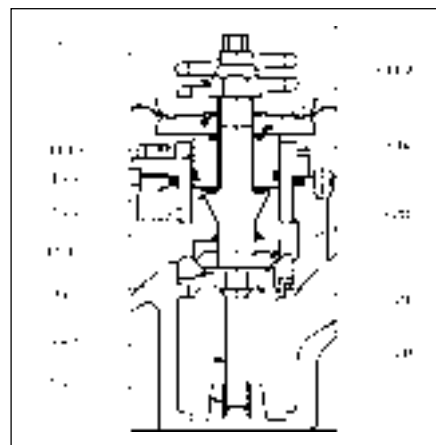

Figura 6: Tamaño de Cuerpo 2-1/2" – 4", Diafragma Compuesto
- i. Desmonte el ensamble (20, 27, 28, 29, 30) de la prensa de banco. Complete la remoción de la tuerca del disco asiento (30) arandela del disco asiento (29) y del disco asiento (28).
2. Tamaños de Cuerpos de 2-1/2" – 4". (Ver la figura 6):
- a. Monte en una prensa de banco la tuerca del disco asiento (30), con el tapón (20) orientado verticalmente. No sobreapriete la tuerca (30) con la prensa de banco.
- b. Coloque una llave expansiva de terminal cerrado en la tuerca de ajuste del diafragma (7). Coloque una llave expansiva en el terminal hexagonal superior de 3/4" del tapón (20). Afloje la tuerca del diafragma (7) mientras sostiene el tapón (20) con la llave para evitar su rotación. Remueva la tuerca del diafragma
(7) después de aflojar totalmente y de quitar la llave expansiva.
- c. Desmonte el plato superior de presión del diafragma (8).
- f. Remueva el plato inferior de empuje del diafragma (10).
- h. Remueva el pistón/Cojinete guía (13) con el sello dinámico (27).